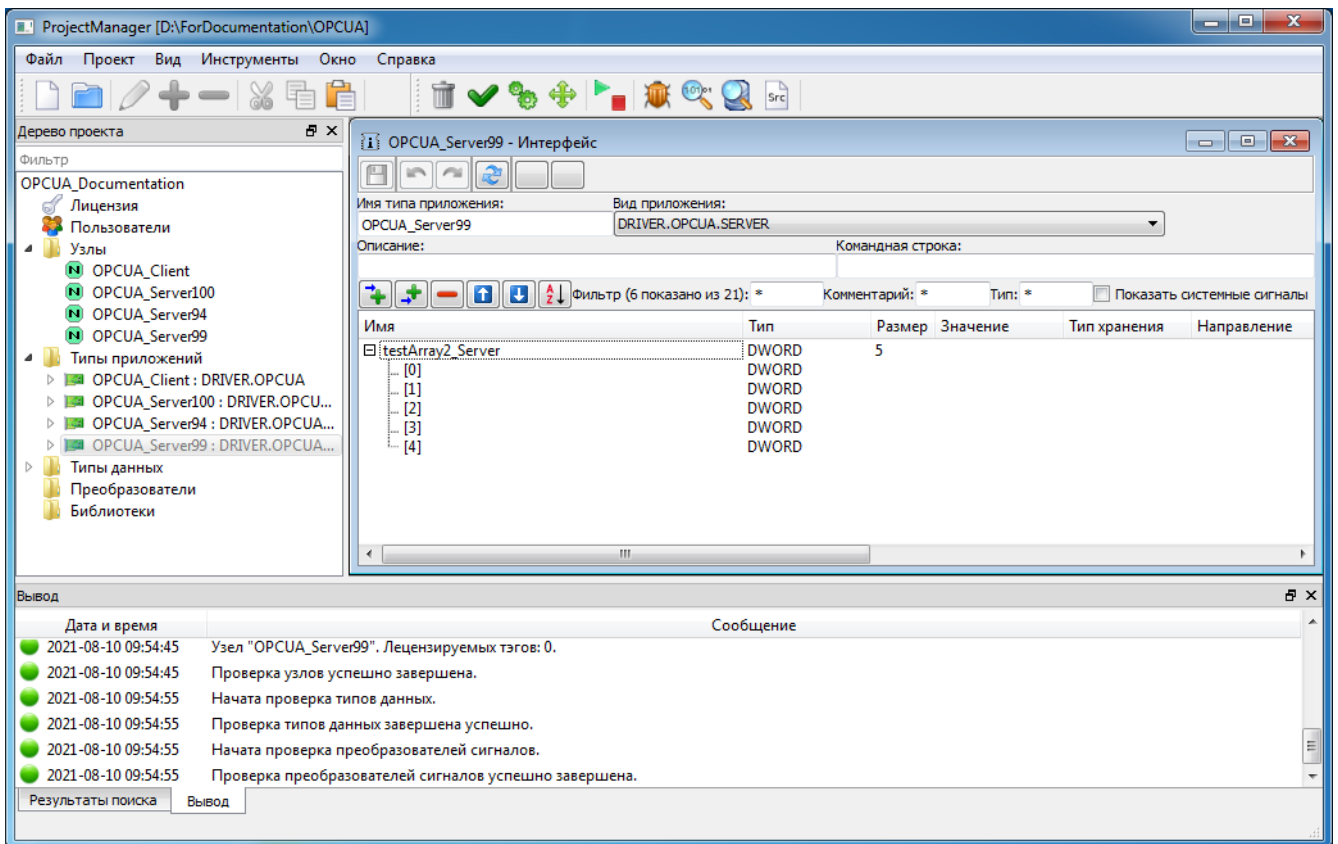

Рисунок 3.235 - Интерфейс приложения OPCUA_Server99
4.2 Интерфейс приложения OPCUA_Server99 представлен на рис. 3.235.